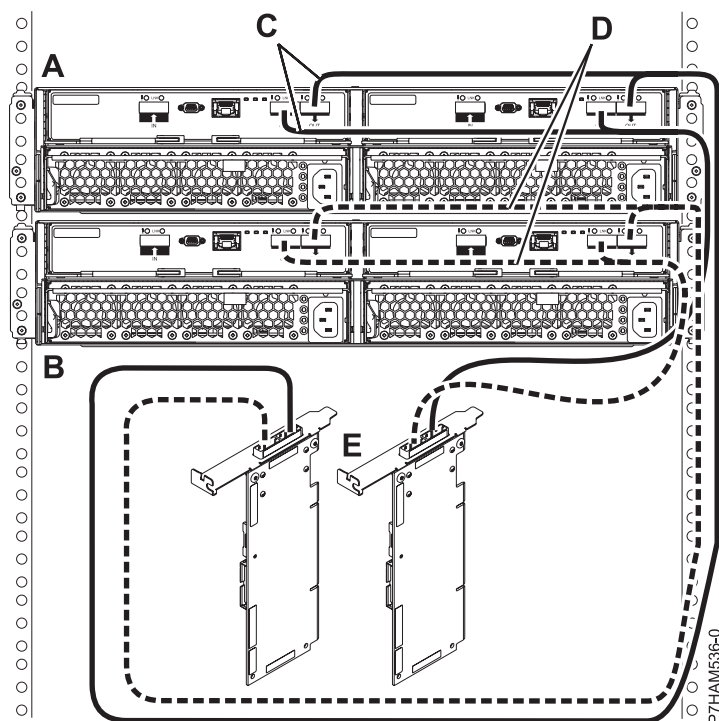

Figura 38. Connexió en mode 1 de dos allotjaments d'unitats de disc 5887 utilitzant cables YO en un parell d'adaptadors SAS
12. Realitzeu la connexió en mode 1 de dos allotjaments d'unitats de disc 5887 (A i B) utilitzant els cables YO (C i D) en un parell d'adaptadors SAS(E) tal com mostra la Figura 38 a la pàgina 82.